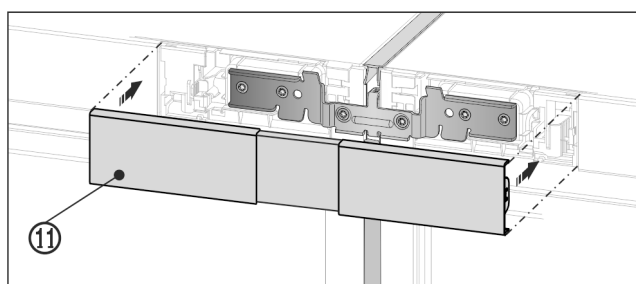

Fig. 29
- Innestare la copertura Fig. 29 (11) superiore sull'intercapedine ancora aperta delle due mascherine del quadro di comando. Fare attenzione che i lati esterni della copertura siano a filo con le mascherine del quadro di comando.